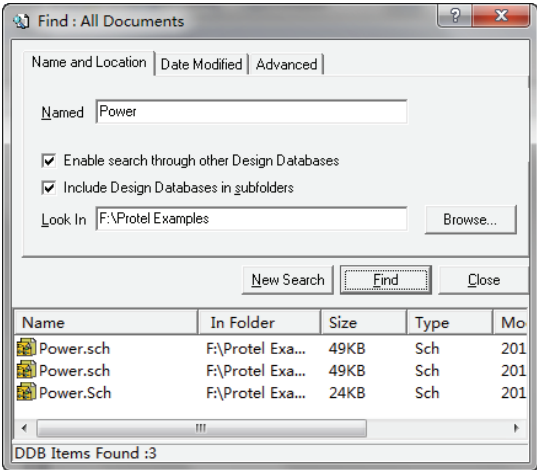

图 1-13 “Find: All Documents”对话框
12) Find Files: 选择该命令后，系统将弹出如图 1-13 所示的“Find: All Documents”对话框，用户可以查找设计数据库中或硬盘驱动器上的其他文件，用户可以设置各种不同的查找方式。